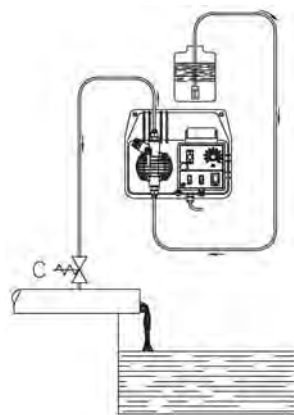
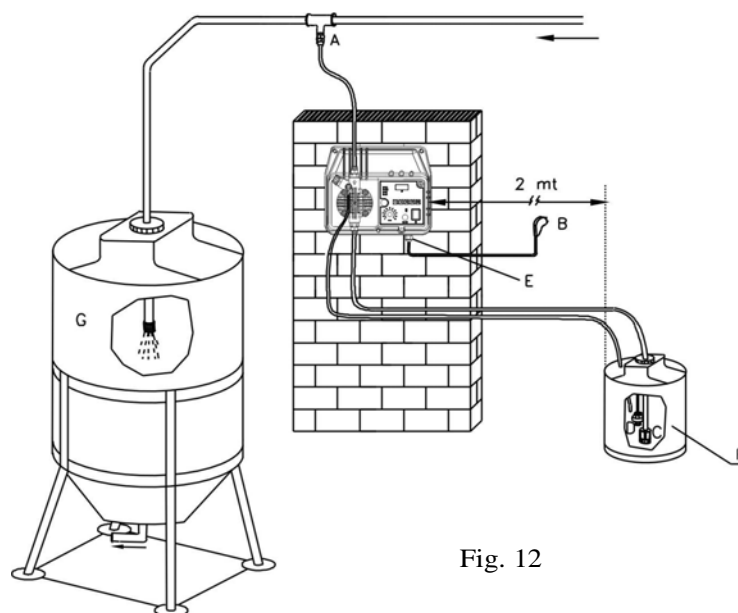

Fig. 6
Fig. 12
- c. Ubicare la pompa come in figura 5 tenendo presente che essa può essere fissata sia sotto che sopra il livello del liquido da dosare entro il limite massimo di 2 metri. Il punto di iniezione deve essere collocato sempre più in alto del liquido da iniettare. Non installare la pompa direttamente sul serbatoio in quanto alcuni additivi sviluppano vapori che possono danneggiare l'apparecchiatura. Per una corretta installazione vedi fig. 12. Se l'impianto da trattare lavora alla pressione atmosferica (additivazione a scarico libero) ed il serbatoio dell'additivo deve essere assolutamente posizionato più in alto del punto di iniezione (Fig. 6), controllare periodicamente la funzionalità della valvola di iniezione, in quanto la sua eccessiva usura potrebbe portare all'immissione dell'additivo nell'impianto per caduta (anche ad apparecchiatura ferma). Se il problema dovesse permanere, inserire una **valvola di contropressione C** opportunamente tarata tra la pompa dosatrice ed il punto di iniezione (Fig. 6). Per liquidi che emanano esalazioni aggressive, non installare la pompa sopra al serbatoio a meno che tale serbatoio risulti chiuso ermeticamente.
(fig.12)